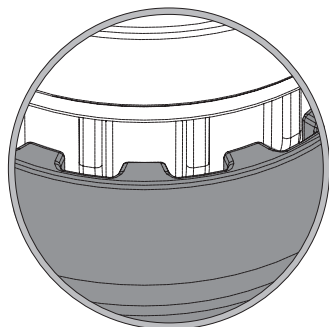
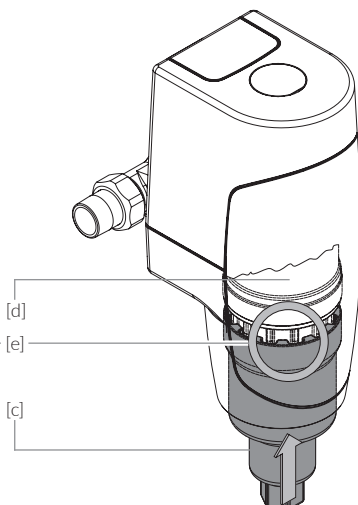

Abb. 8.8
Abb. 8.7
- / Gemäß Abb. 8.7 / Abb. 8.8 die im Lieferumfang enthaltene Wartungsnuss [c] so über die Filtertasse [d] stülpen, dass die Rippenkonturen beider Teile ineinander greifen [e]